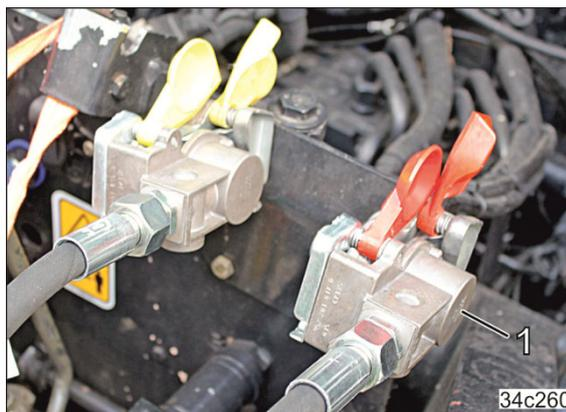

Fig. 125
9. Fixez la tête d'accouplement de la conduite de réserve (rouge) (Fig. 125/1) de manière appropriée dans l'accouplement rouge du tracteur.